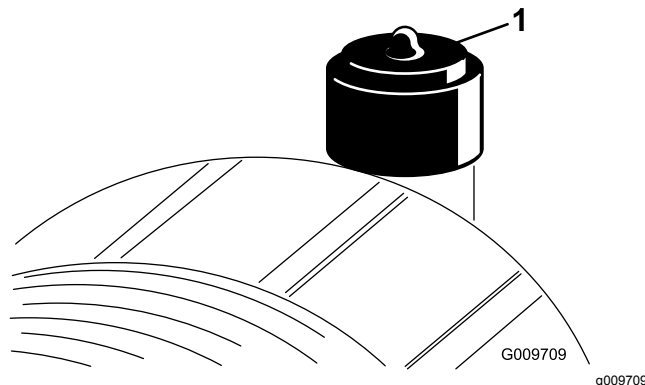

Figura 78
Effettuate la manutenzione del filtro dell'aria quando l'indicatore (Figura 78) lo richiede. Sostituendo il filtro dell'aria prima del necessario si aumenta il rischio che la morchia penetri nel motore quando si toglie il filtro.
2. Se la spia (**Figura 78**) è rossa, resettatela.